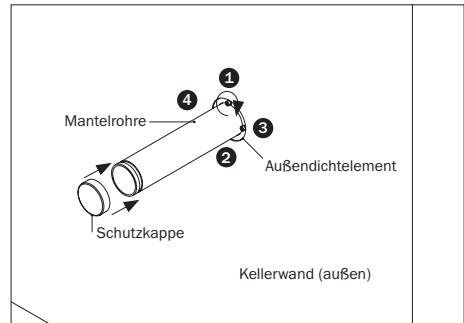

Abbildung 5.4: Schutzkappe wieder aufsetzen und Anziehen der Schrauben über Kreuz mit einem Drehmoment von 7 Nm
- Setzen Sie bis zur Installation der Versorgungsleitungen die Schutzkappen zum Schutz vor Verunreinigungen wieder auf das Mantelrohr (s. Abbildung 5.4 bzw. 5.6).
- Ziehen Sie die vier Schrauben des Außendichtelements mittels Drehmomentschlüssel mit Innensechskant Steckschlüsseleinsatz 5 mm über Kreuz mit einem Drehmoment von 7 Nm an (s. Abbildung 5.4 bzw. 5.6).